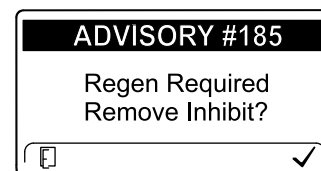

Figura 41
**Nota:** Se l'InfoCenter è impostato per inibire la rigenerazione, ogni 15 minuti l'InfoCenter visualizza il messaggio ADVISORY #185 (Figura 41), mentre il motore richiede una rigenerazione di ripristino.